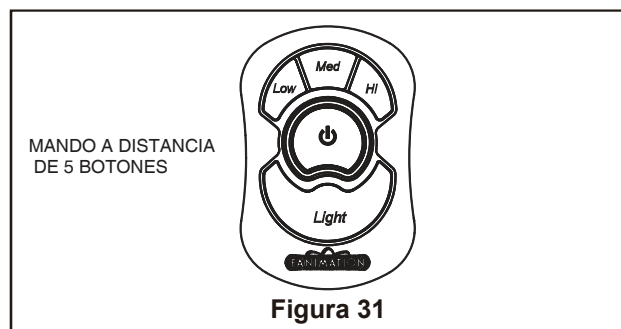

Figura 31
3. El transmisor del mando a distancia de 5 botones incluye 5 botones para controlar las velocidades baja, media y alta del ventilador, así como el encendido y apagado del mismo. Se dispone de niveles de luces infinitos manteniendo pulsado el botón on/off. (Figura 31)